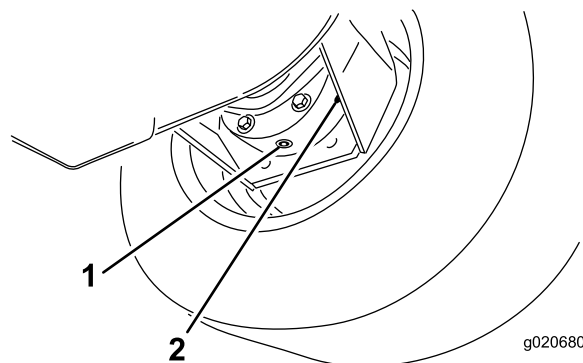

Bild 62
3. Stellen Sie ein Auffanggefäß unter das Bremsgehäuse, entfernen Sie die Verschlusschraube und lassen das Öl ablaufen (Bild 62).